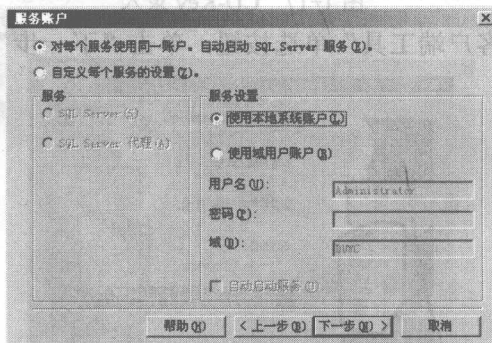

图 1-21 使用本地系统账户
11) 选中“使用本地系统账户”单选按钮，单击“下一步”按钮，如图 1-21 所示。